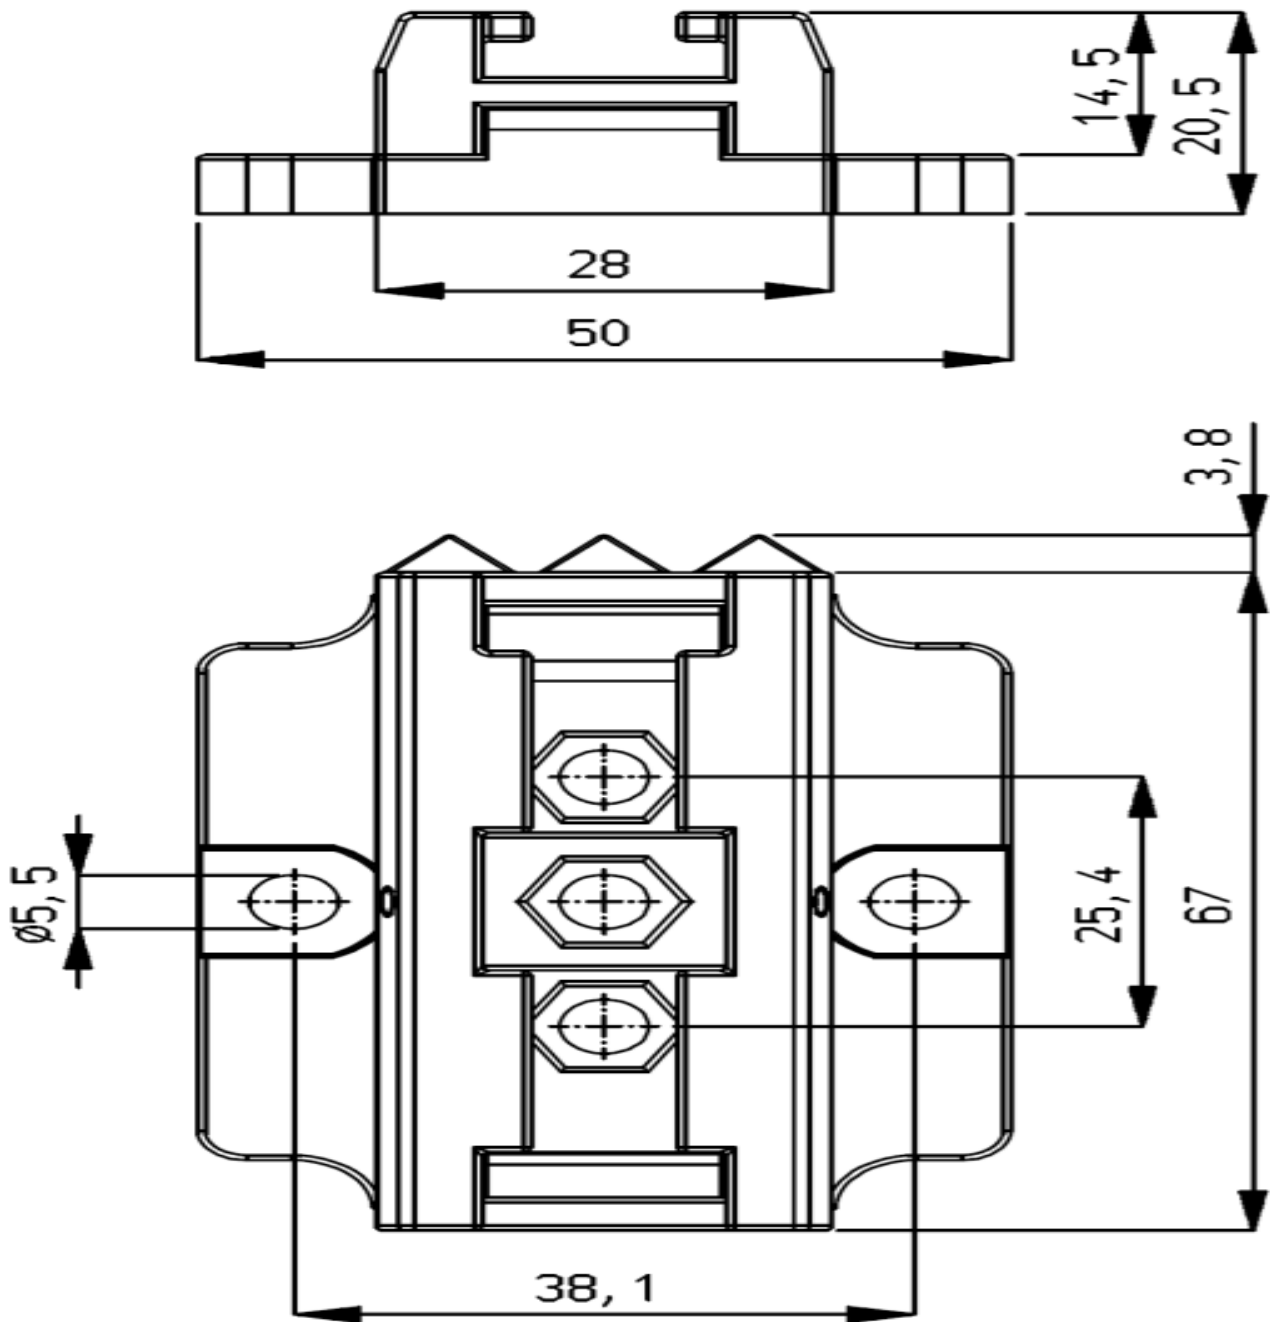

Abbildung 5: Montage des Ionensprühstabs mit Montagebügeln
- Arretieren Sie den Ionensprühstab in den Montagefüßen, indem Sie die zwei Stellschrauben (7) in die Bügel drehen. Bei mehr als zwei Bügeln müssen lediglich die zwei äußersten Bügel arretiert werden.
- Schrauben Sie die Stellschrauben (Nr. 6) aus den Halterungen (siehe Abbildung 5).